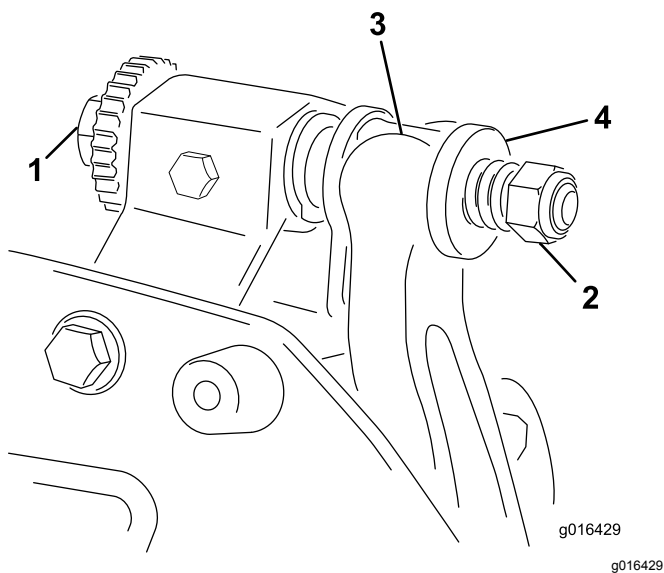

Figure 21
1. Tournez la vis de réglage de la barre d'appui dans le sens antihoraire pour éloigner la contre-lame du cylindre (Figure 21).
2. Faites sortir l'écrou de tension du ressort jusqu'à ce que la rondelle ne soit plus tendue contre la barre d'appui (Figure 21).
1. Montez la barre d'appui en positionnant les languettes de montage entre les rondelles et la vis de réglage de la barre d'appui (Figure 21).